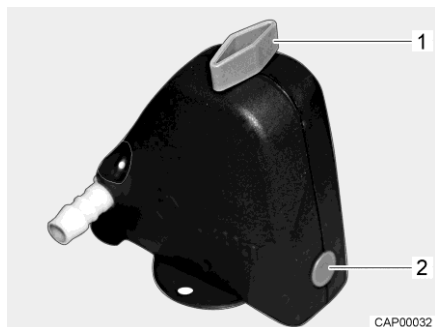
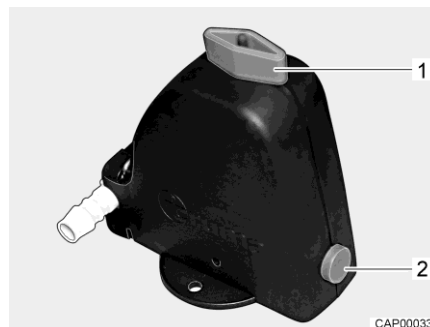

Fig. 90 Válvula de seguridad/purga cerrada
Fig. 91 Válvula de seguridad/purga abierta
- Abrir la válvula de seguridad/purga (Fig. 90). Para ello, girar el botón giratorio (Fig. 90,1) a la posición longitudinal en referencia a la válvula de seguridad/purga. El botón (Fig. 90,2) salta hacia fuera. La válvula de seguridad/purga abierta se muestra en Fig. 91.